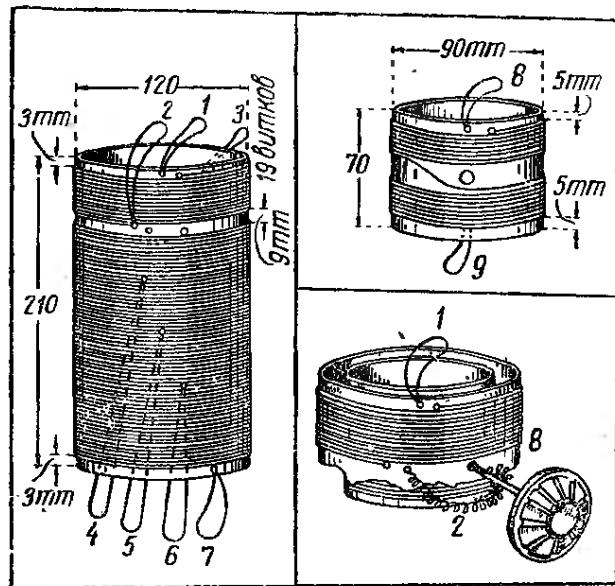

Рис. 10, 11 и 12.
Для неподвижной катушки из прессшпана или картона толщиной 1,5—2 мм необходимо склеить цилиндр длиною 210 мм, наружный диаметр которого равен 120 мм (рис. 10).
Намотка производится в таком порядке. Отступя примерно на 3 мм от верхнего края, в большом цилиндре делают два сквозных прокола, через один из которых пропускают конец провода внутрь, а через второй выводят его опять наружу. Этот конец, помеченный на рис. 10 цифрой 1, оставляют свободным и затем начинают мотать обмотку, укладывая витки плотно друг к другу. После намотки 19 витков провод обрезают и, закрепив конец его в цилиндре, выводят наружу, пометив цифрой 2. Эти 19 витков должны занимать по длине цилиндра 28 мм.
Возле самой обмотки в цилиндре делаются два диаметрально противоположных отверстия для оси подвижной катушки. Затем, укрепив в цилиндре возле одного отверстия провод, выводят его конец (3) наружу и после этого продолжают намотку, отступя от первой секции примерно на 9 мм. Намотав 13 витков, которые займут 19 мм длины катушки, провод, не обрывая, сгибают, пропускают через прокол внутрь цилиндра и выводят его через нижний конец катушки наружу. Длина наружной части этой петли (4) должна быть не менее 150—200 мм, так как эти концы будут подводиться к контактам переключателя П. Затем наматывают еще 35 витков, делают второй отвод (5), потом через следующие 35 витков — третий отвод (6) и, наконец, намотав последнюю секцию в количестве тоже 35 витков, обрезают провод и закрепляют его конец у нижнего края цилиндра. Этот конец на рис. 10 помечен цифрой 7.